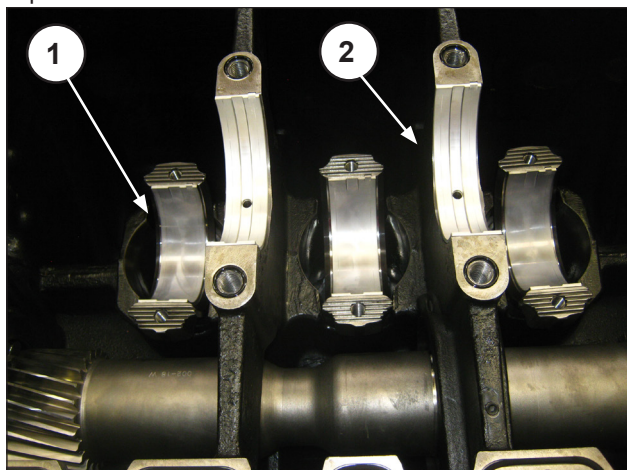
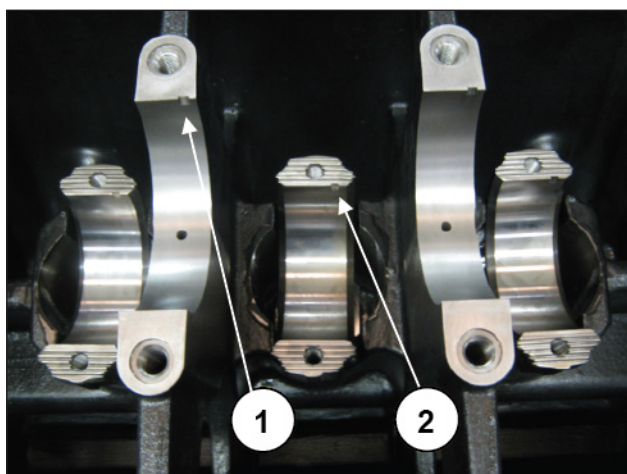

Fig. 95
Fig. 96
Applicare i semicuscinetti alle tre semibielle e sui supporti di banco del carter anteriore (Fig. 95 pos. ①, ②). Posizionare i tre gruppi con la testa di biella sulla parete dei rispettivi cilindri.
Per evitare possibili inversioni dei semicuscinetti attenersi scrupolosamente all'immagine sopra indicata (Fig. 95); nello specifico i semicuscinetti di biella non hanno cava sul fusto (pos. ①) mentre quelli di banco hanno cava e foro di lubrificazione (pos. ②). Prima del montaggio dell'albero a gomiti assicurarsi nuovamente del corretto posizionamento dei semicuscinetti. Per un corretto montaggio dei semicuscinetti di banco e di biella assicurarsi che le linguette di riferimento vengano posizionate negli appositi alloggiamenti (pos. ①, ②, Fig. 96).